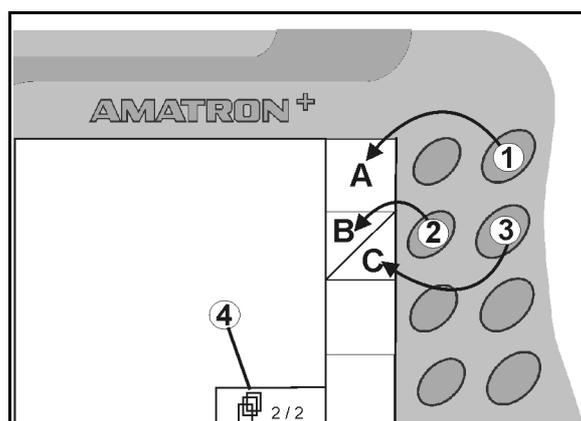

Fig. 7
- Erscheinen auf dem Display Quadratfelder ist nur die rechte Taste (Fig. 7/1) dem Funktionsfeld zugeordnet (Fig. 7/A).
- ist die linke Taste (Fig. 7/2) dem Funktionsfeld oben links (Fig. 7/B) zugeordnet.
- ist die rechte Taste (Fig. 7/3) dem Funktionsfeld unten rechts zugeordnet (Fig. 7/C).
<ul style="list-style-type: none"> • Blättern in weitere Menüblätter (nur möglich wenn Symbol (Fig. 7/4) im Display erscheint) • Hilfe-Menü nur aus dem Hauptmenü möglich (siehe Seite 53)